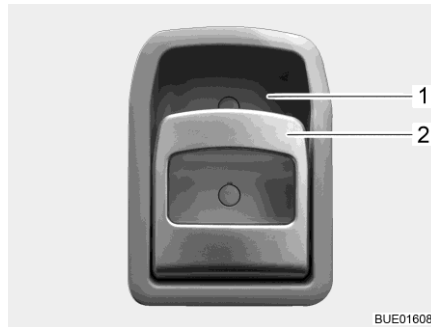

Bild 36 Dörrlås (ingångsdörr insida)
- Öppna:** ■ Drag i handtaget (Bild 36,2). Dörrlåset låses upp respektive öppnas.
- Låsa:** ■ Tryck handtagets (Bild 36,2) övre del i riktning mot greppkåpan (Bild 36,1). Dörrlåset låses.